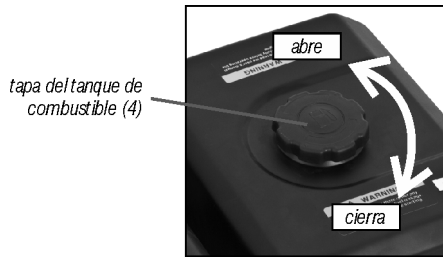

Fig. 5 - Tapa del tanque de combustible
- 2 – Abra la tapa del tanque de combustible (fig. 5);
- 6 – Cierre la tapa del tanque (fig. 5).